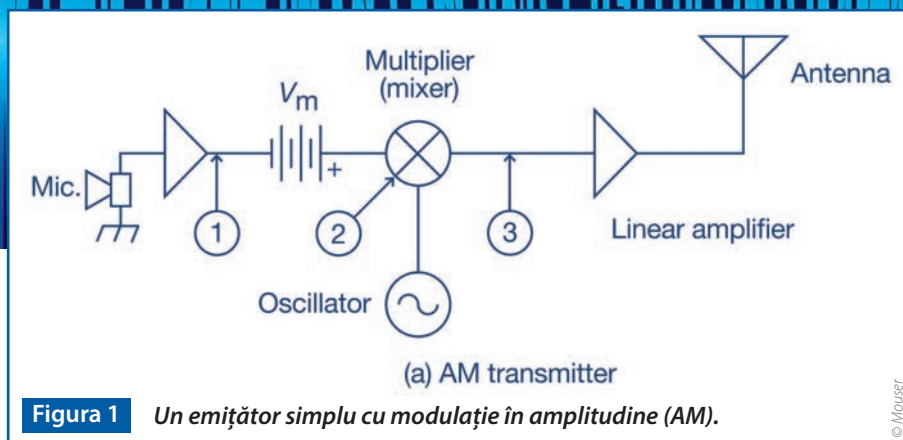

Figura 1 Un emițător simplu cu modulație în amplitudine (AM).
Comunicațiile prin radiofrecvență implică suprapunerea sau modularea vocii sau a datelor pe un semnal “purător” RF, fie că trimiteți semnale vocale analogice sau date digitale. Există multe și diverse tehnici de modulare utilizate, fiecare cu atribute specifice care se potrivesc unei forme de comunicație în raport cu alta. Unele sunt simple, altele sunt mai complexe și necesită capacități de procesare semnificative. Odată ce semnalul transmis este recepționat, reversul procesului de modulare, demodularea, extrage vocea sau datele din purtătoarea RF. Figura 1 ilustrează schema bloc teoretică de funcționare a unui emițător simplu cu modulație în amplitudine (AM). Sunetul de la microfon (w_a) este amplificat și introdus într-un circuit de mixare a frecvenței.